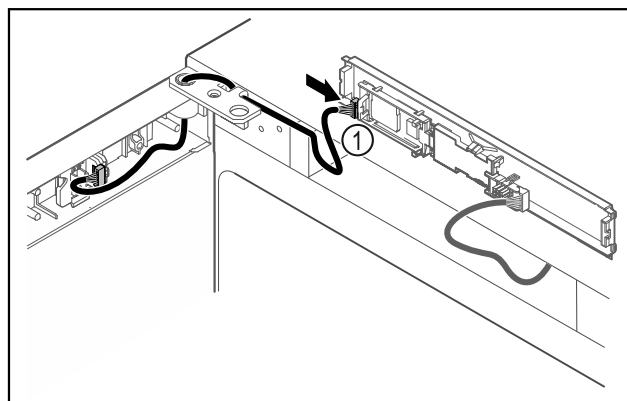

Fig. 48
- Подключите штекер Fig. 48 (1) к панели.